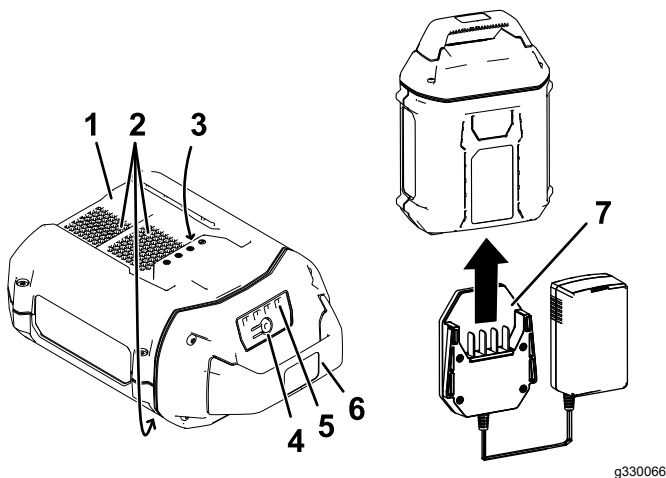

Figure 12
2. Alignez le chargeur sur la cavité au dos de la batterie (Figure 12).
3. Glissez le chargeur dans la batterie jusqu'à ce qu'il soit complètement enclenché (Figure 12).